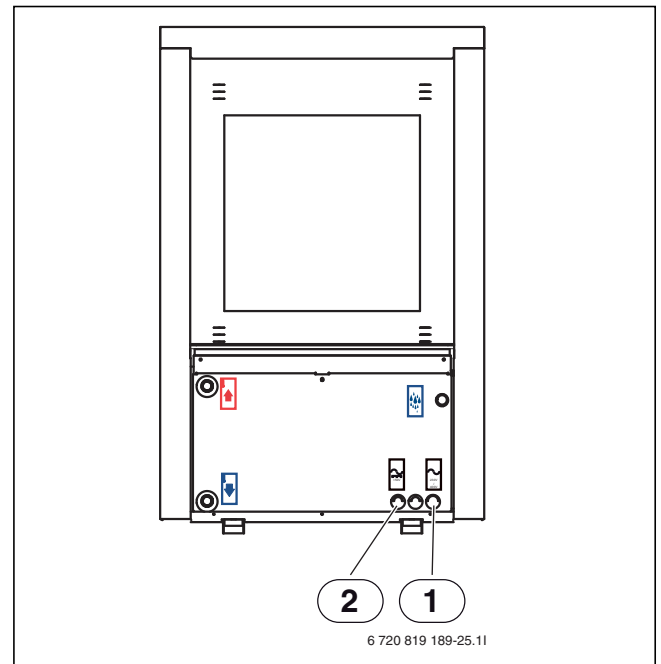

Bild 36 Kabelkanäle auf der Wärmepumpenrückseite
- ▶ Anschlusskabel durch die Kabelkanäle führen (→ [1] und [2], Abb. 36 und 37). Bei Bedarf Zugfedern verwenden.